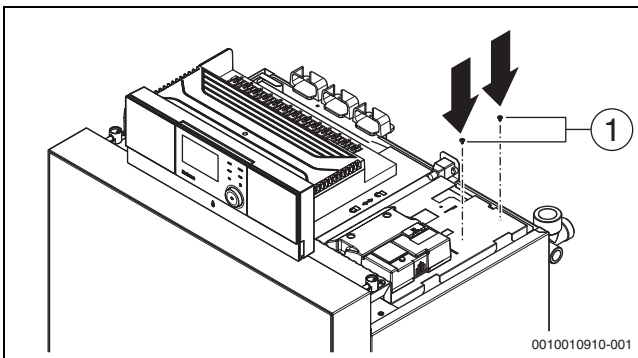

Bild 32 Schrauben eindrehen
- ▶ Zwei Schrauben bis auf 1,5 mm in den Modulträger schrauben (→Bild 32, [1]).